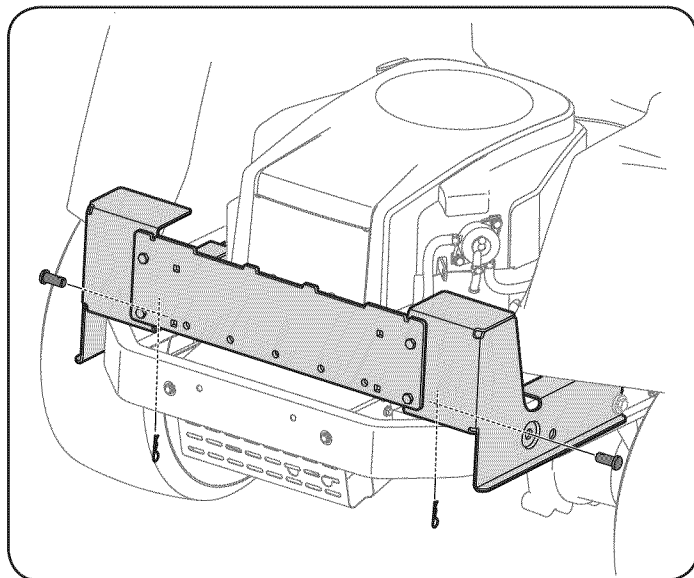

Figura 3
2. Fije el conjunto de ménsulas de montaje en el tractor usando dos chavetas de horquilla 911-0310 y 914-04023 del paquete de elementos de ferretería 689-00320. Vea la Figura 3.